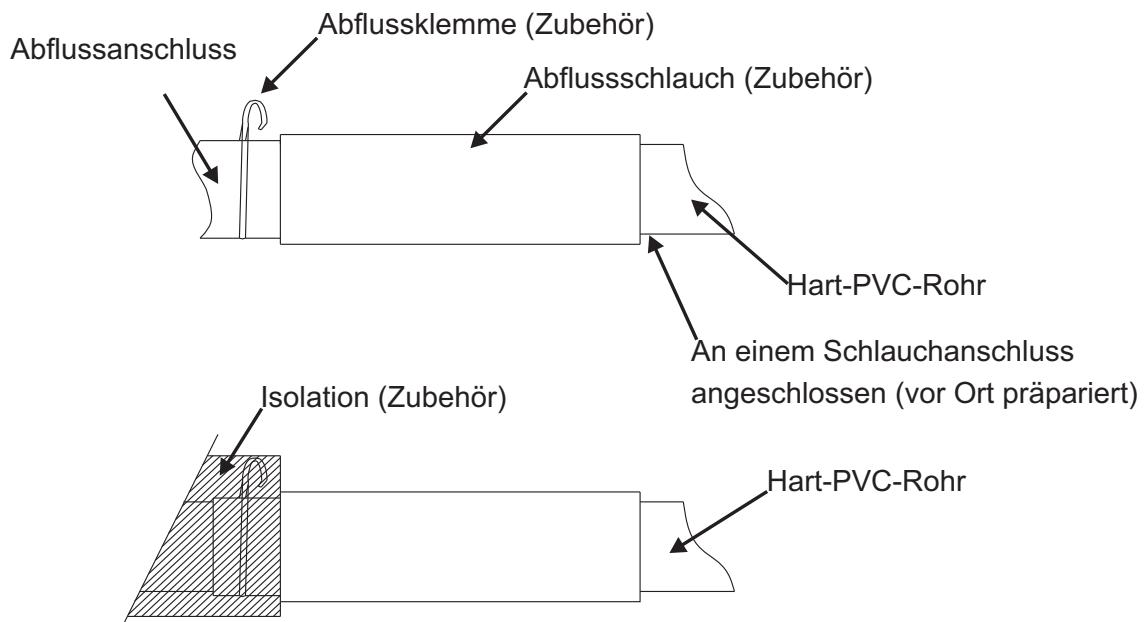

Abb.12
3. Führen Sie den Abflussschlauch ein, bis er gut an der Abflussmündung angeschlossen ist und schließen Sie die Schlauchklemme (Zubehör) fest zu (Abb. 12).
4. Nachdem Sie den Abfluss geprüft haben, umwickeln Sie den Abflussschlauch mit der Isolierung und den Klemmen (Zubehör). (Abb.12)